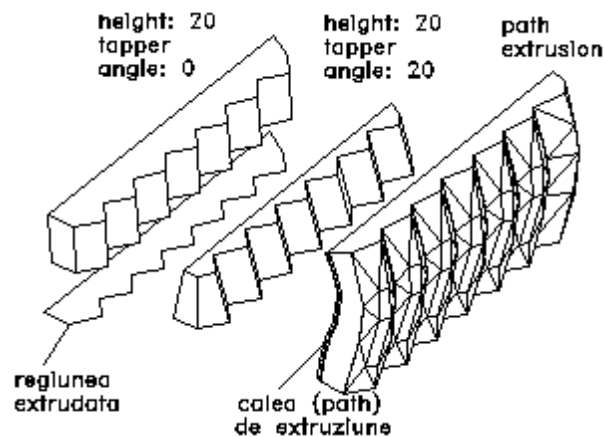

Fig. 2.18
2. **Solide generate prin extruziune** (fig. 2.18). Se pornește de la un model plan, alcătuit din linii, polilinii, arce, ce formează un contur închis și poate fi declarat regiune (mulțime plană de puncte). Acest model plan este “translatat” de-a lungul unei traiectorii (path) sau conform unei înălțimi declarate. Traiectoriile pot fi curbe plane închise sau deschise alcătuite din linii, polilinii sau curbe spline. Comanda corespunzătoare este **EXTRUDE**.